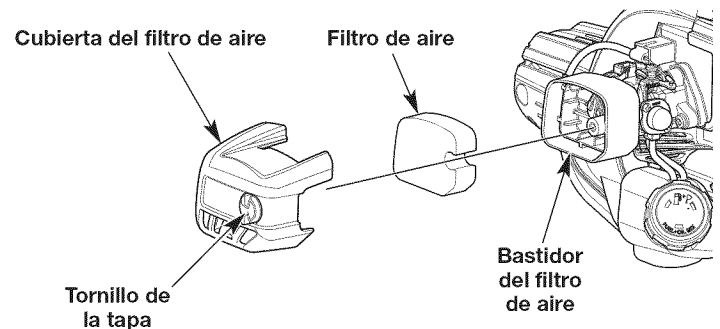

Fig. 18
1. Abra la tapa del filtro de aire desenroscando el tornillo correspondiente (Fig. 18).
2. Saque el filtro de aire del interior de la caja (Fig. 18).